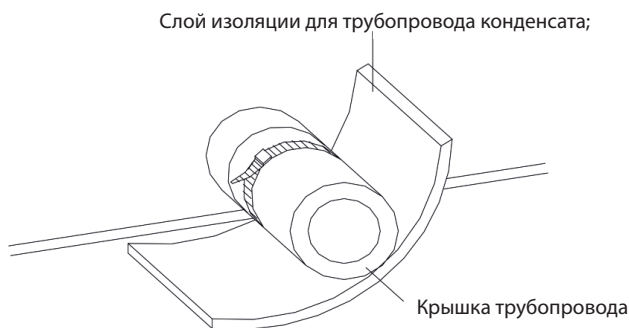

Рис. 13 Термическая изоляция трубопровода конденсата
- а. Трубопровод конденсата должен иметь угол наклона $5 \sim 10^\circ$ для облегчения отвода конденсата. Соединения трубопровода конденсата должны быть покрыты изоляционным материалом для предотвращения конденсации (см. Рис.13).